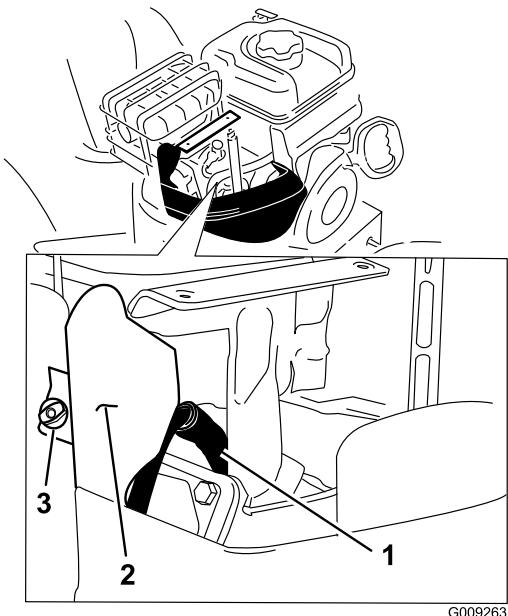

Bild 44
4. Nehmen Sie die Daumenschraube der Halterung von der Halterung ab (Bild 44).
5. Reinigen Sie den Bereich um den Anschluss der Zündkerze (Bild 44).